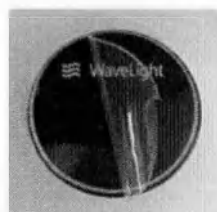

Рисунок 44: Удаление защитной пленки
- Убедитесь, вставили ли вы в тест-интерфейс новый тестовый диск, нажав кнопку в поле «Navigation and Information Bar (Панель навигации и информации)» (смотрите рисунок 44).